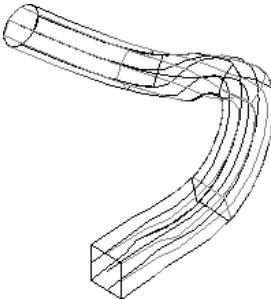
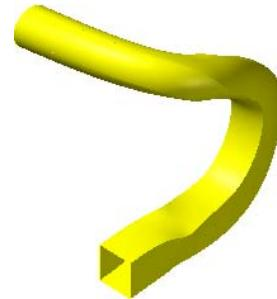

图 6-37 创建扫描曲面
图 6-38 图形着色
③ 根据系统提示，选择曲线作为扫描轨迹，并单击“扫描曲面”工具栏中的“旋转”按钮，接着单击工具栏中的“确定”按钮，即可完成扫描曲面的创建操作，结果如图 6-37 所示。然后在“着色”工具栏中单击“图形着色”按钮，结果如图 6-38 所示。